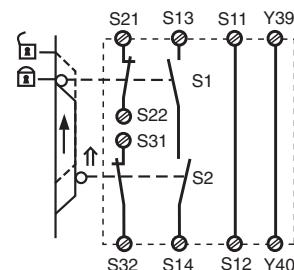

Fig. 7: Control de puerta protectora bicanal, rearne automático/Controllo bicanale riparo mobile, start automatico/Tweekanaalige hekbewaking, automatische start
- Fig. 7: Rearme automático para el control de puerta protectora: El dispositivo está preparado para rearmararse con puerta protectora abierta, mediante el circuito de rearne S13-S14. Después de cerrarse los circuitos de entrada S11-S12, S21-S22 y S31-S32 se cerrarán los contactos de seguridad.
- Fig. 7: start automatico per controllo riparo mobile: con riparo mobile aperto, il dispositivo è pronto per lo start attraverso il circuito di start S13-S14. Dopo la chiusura dei circuiti di ingresso S11-S12, S21-S22 e S31-S32 i contatti di sicurezza vengono chiusi.
- Fig. 7: Automatische start bij hekbewaking: Het apparaat is bij geopend hek via het startcircuit S13-S14 start-klaar. Na sluiten van de ingangscircuits S11-S12, S21-S22 en S31-S32 worden de veiligheidscontacten gesloten.